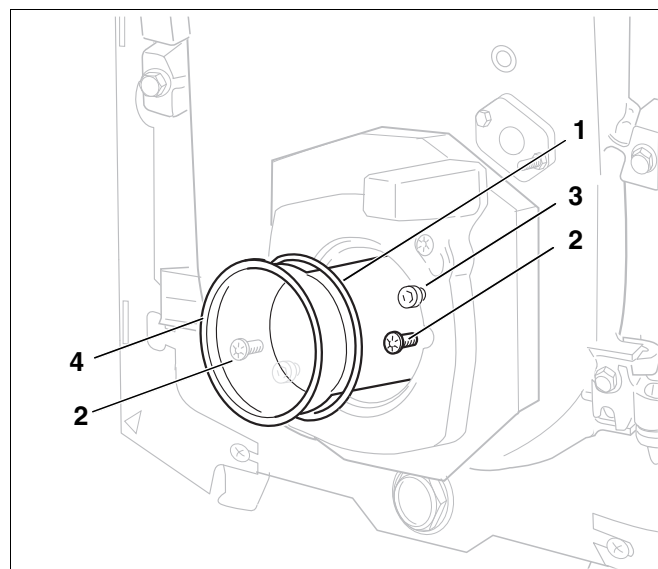

Рис. 30 Замена трубы горелки и проверка плотности
- Открутить оба крепежных винта (Рис. 30, поз. 2).
- Установить новую трубу (Рис. 30, поз. 4) и кольцо (Рис. 30, поз. 1).
- Надеть горелку на оба болта на фланце (Рис. 30, поз. 3).
- Повернуть влево до упора и затянуть крепежные болты (Рис. 30, поз. 2).